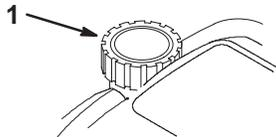

Abbildung 7
2. Den Bereich um den Kraftstofftankdeckel herum reinigen (Abb. 7).